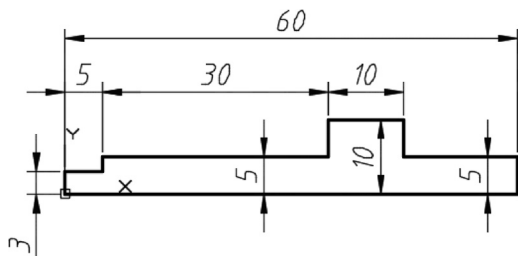

图 9-52 绘制二维图形
1) 新建一个图形文件，使用“直线”命令在图形区域绘制图 9-52 所示的二维图形。用户也可以打开本书配套光盘中的“绘制旋转实体.dwg”文件，该文件已经完成所需的二维图形。